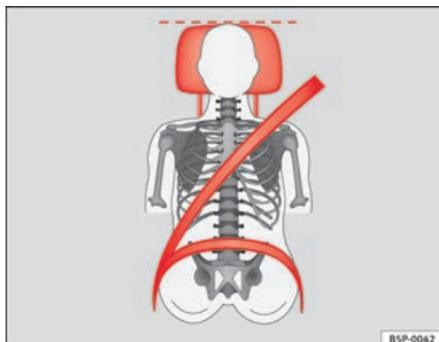
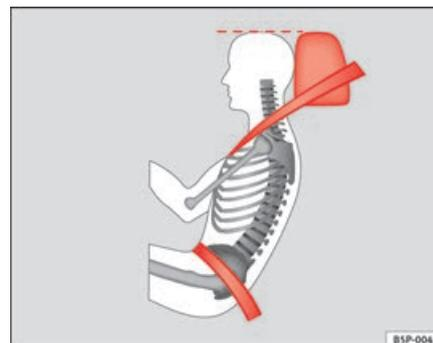

Fig. 72 Vista de frente: encostos de cabeça e cinto de segurança ajustados correctamente
Fig. 73 Vista de lado: encostos de cabeça e cinto de segurança ajustados correctamente
- Ajustar os encostos de cabeça de modo a que o rebordo superior do encosto fique alinhado com o alto da sua cabeça, no mínimo à altura dos olhos ⇒ fig. 72 e ⇒ fig. 73.